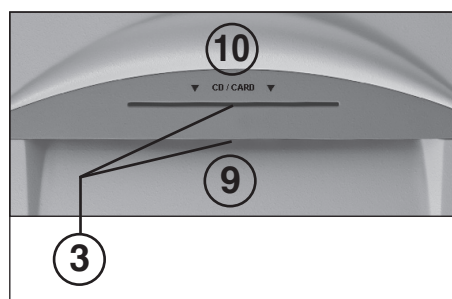

fig. 2
- 3 = Barrière photoélectrique (marche avant) (figure 2)
- Amener le papier au bloc de coupe à travers la bouche d'entrée du papier (9) (figure 2).
- Amener les supports de données (CD, DVD ou carte de crédit) individuellement au bloc de coupe à travers la bouche d'entrée de CD/DVD séparée (10) (figure 2).